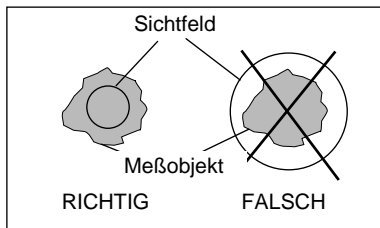

Abbildung 2-3. Meßobjekt und Sichtfeld
2. Das gesamte Sichtfeld des Thermometers muß innerhalb des Meßobjekts liegen (vgl. Abbildung 2-3). Die Abbildungen 2-4, 2-5 und 2-6 zeigen Sichtfeld und Entfernung für die verschiedenen Thermometer-Modelle.